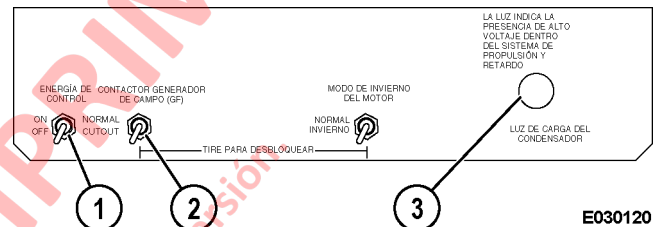

FIGURA 5-1. PANEL DE VISUALIZACIÓN DE INFORMACIÓN
6. Para impedir que el enlace se energice durante los procedimientos de prueba y reparación, tire y baje el interruptor de corte del GF (2, Figura 5-1), ubicado en el gabinete de control, hacia la posición de corte (CUTOUT), como lo indica la imagen.